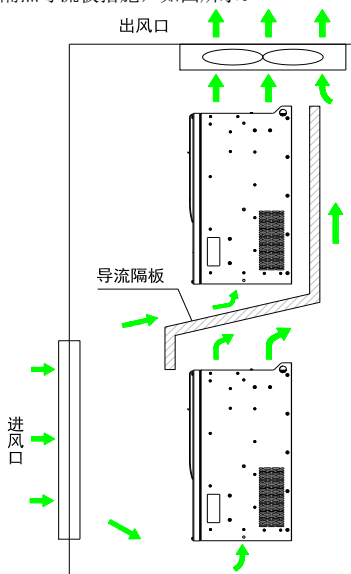

图 3-4 上下排安装要求
- 垂直向上安装变频器, 便于热量向上散发。若柜内有多台变频器时, 请并排安装。在需上下安装场合, 请参考图 3-4, 安装隔热导流板;